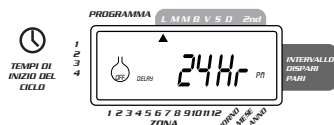

FIGURA 15: Visualizzazione del ritardo di annaffiamento
- Per annullare la modalità annaffiamento ritardato, premere **CANCELLA** [vedi figura 15].